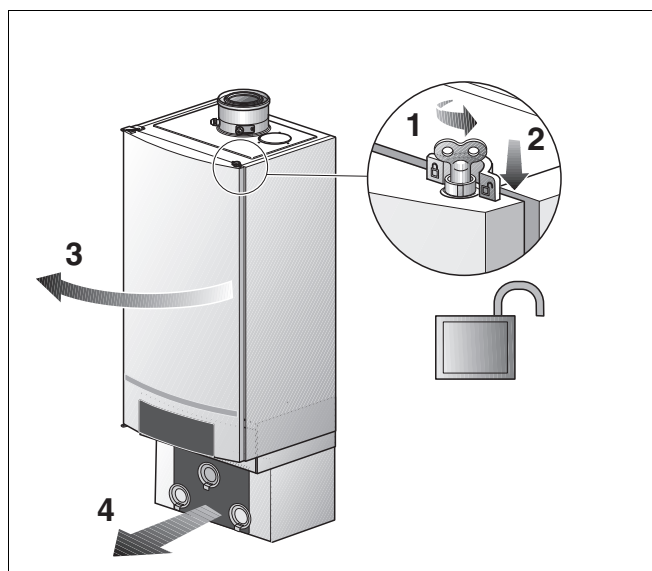

Fig. 23 Åbning af kedeldøren
- Åbn kedeldørens lås ved at dreje udluftningsnøglen en kvart omgang (fig. 23, lup).
- Tryk låsen ned (fig. 23), og åbn kedeldøren.